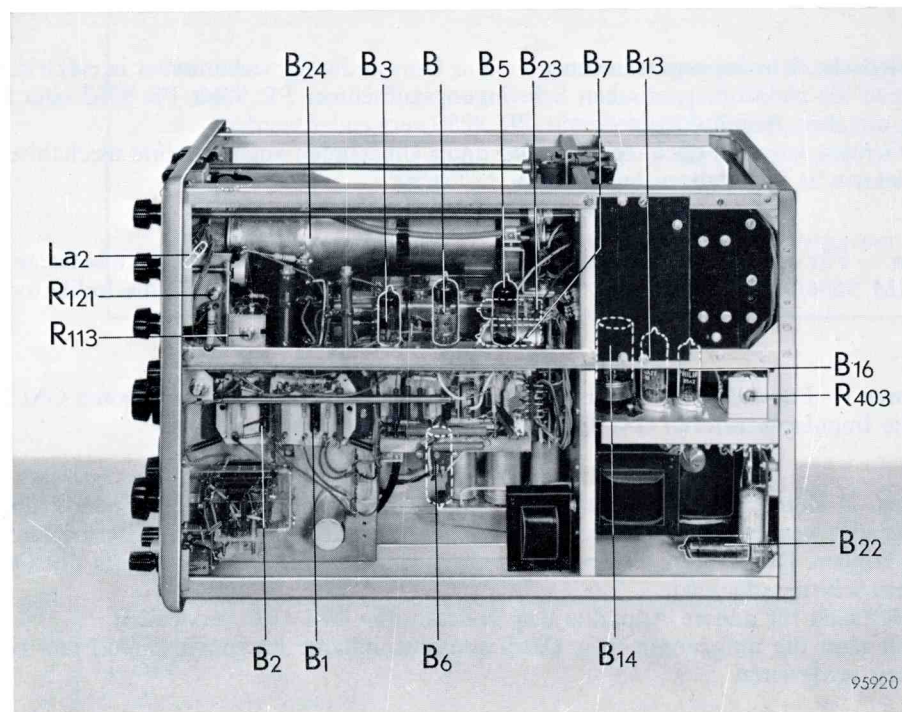

Abb. 4
6. BILDKORREKTIONEN - siehe Schaltbild und Abb. 4, 5 und 6)